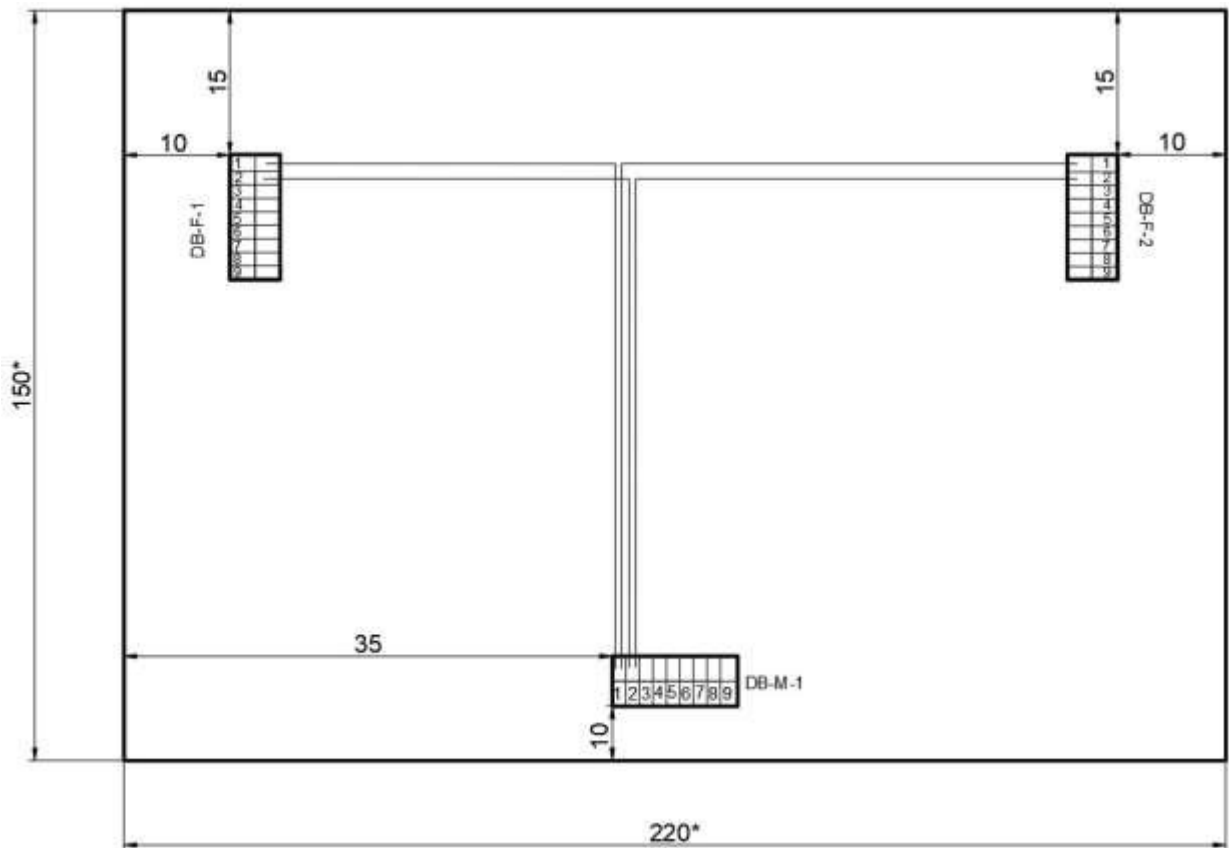

Рисунок 1. Схема жгута (шаблон)
На данном модуле экзаменуемому необходимо изготовить жгут по Т-образной схеме (см. рис. 1).
- 2 – выполнить укладку жгута согласно схеме (рис. 1).